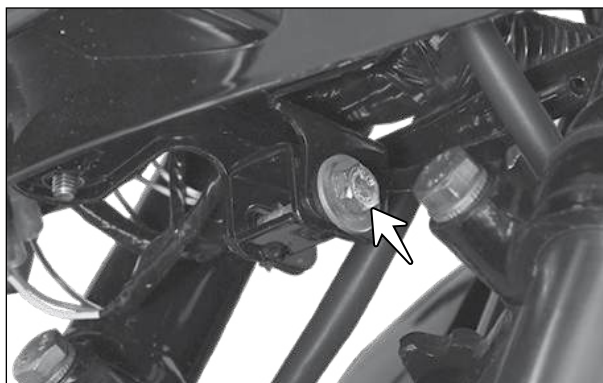

Fig. 6.114
- Solte ligeiramente o parafuso de ajuste inferior (seta) do alojamento do farol. (Fig. 6.114)